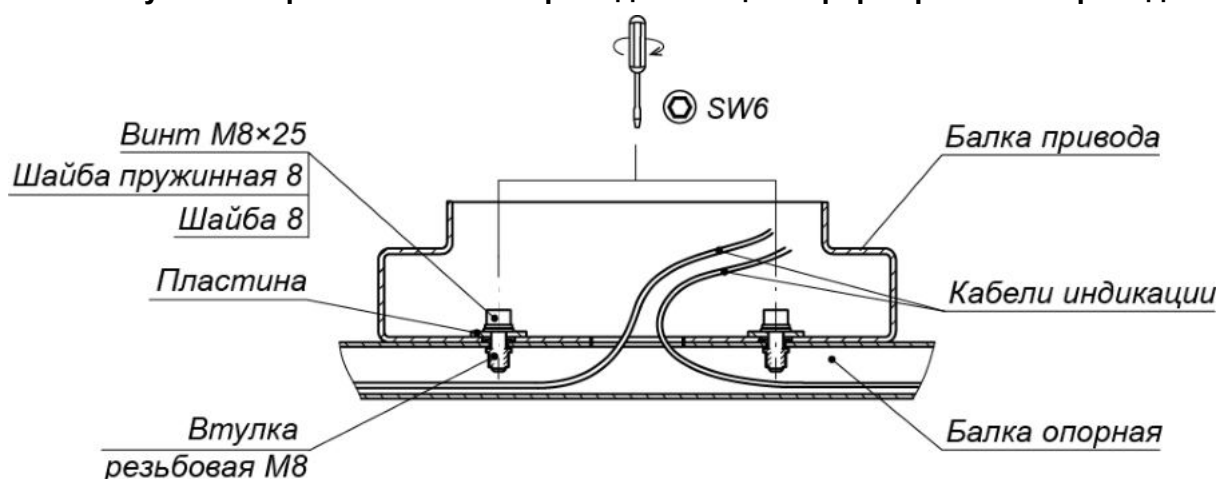

**Рисунок 15. Крепление балки опорной к секциям формователя прохода**
- Установите секции (6) формователей прохода на установочную поверхность, ориентируя отверстия в опорных фланцах по расположению анкеров. При этом левая и правая секции каждого ИУ турникета должны быть правильно выставлены и сориентированы: блоки индикации формователей должны быть развернуты наружу (см. рис. 2) и учтено расположение на секциях мест крепления опорной балки (см. рис. 15).
14. Установите балки опорные (7) на секции (6) формователей прохода, каждую в следующем порядке (см. рис. 15):
15. Распакуйте балку привода (9) с крышкой (10) (ящик №1).
16. Произведите монтаж балки привода (9) (работайте вдвоем!):
- Снимите крышку (10) с балки привода (см. разд. 6).
- Используя две стремянки, осторожно установите балку сверху на турникет, при этом шпильки, расположенные на секциях (6) формователей прохода, должны попасть в соответствующие отверстия в балке. Будьте внимательны – не повредите соединительные кабели!
- Придерживая балку, осторожно приподнимите ее с одной стороны и пропустите концы кабелей индикации (14) из балки опорной (7) в соответствующие отверстия балки привода. Временно закрепите их внутри балки (к примеру, с помощью скотча). Те же самые действия произведите с другой стороны балки.
- Проверьте вертикальность положения ротора с помощью уровня. При необходимости устраните отклонение от вертикальности путем смещения балки привода (9) в пределах допуска монтажных отверстий. Окончательно затяните все гайки и винты крепления балки привода.
20. Закройте пластиковыми заглушками Ø16 отверстия для винтов соединения секций ротора (2) и отверстия крепления балки опорной (7) к секциям (6) формирователя прохода (см. рис. 15 и 19).